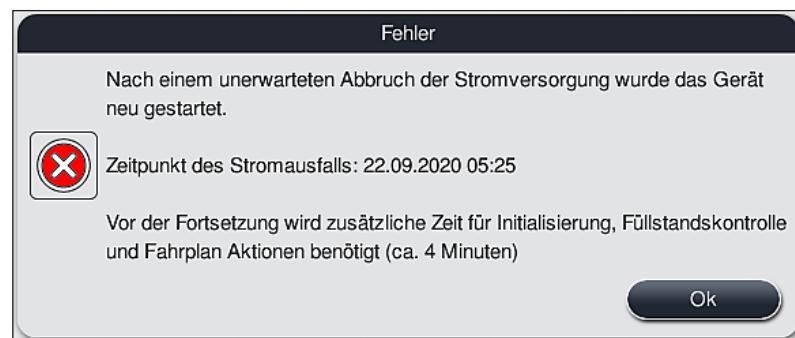

Abb. 108
- ① Die erste Meldung nach dem automatischen Neustart des Gerätes informiert den Benutzer über den Zeitpunkt des Stromausfalles (→ "Abb. 108"). Diese Meldung durch Drücken der Taste **OK** bestätigen, um die weiteren Anleitungen zur Fortsetzung des Färbeprozesses zu starten.